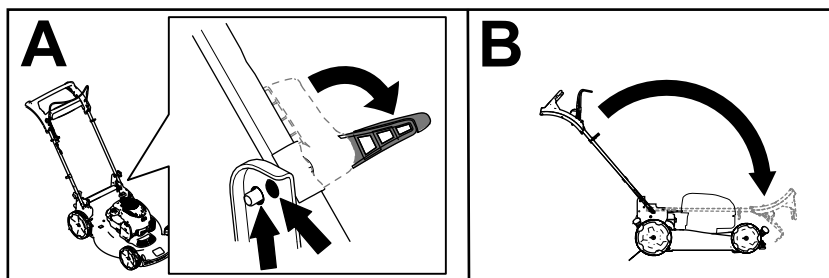

Figure 19
2. Déverrouillez le guidon jusqu'à ce que la moitié supérieure bouge librement (A de la Figure 19).
3. Rabattez le guidon complètement en avant (B de Figure 19).